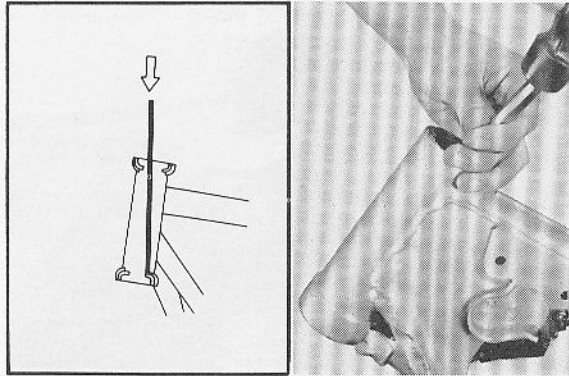

Fig. 5-7-8
- Remove races from head pipe using drift punch and hammer as shown. Work the race out gradually by tapping lightly around its complete diameter. (Fig. 5-7-8)
- Démonter les bagues de roulement du tube de tête en utilisant un chasse-goupille et un maillet comme il est indiqué. Agir sur la bague de roulement pour l'extraire progressivement en tapant légèrement autour de toute sa périphérie. (Fig. 5-7-8)